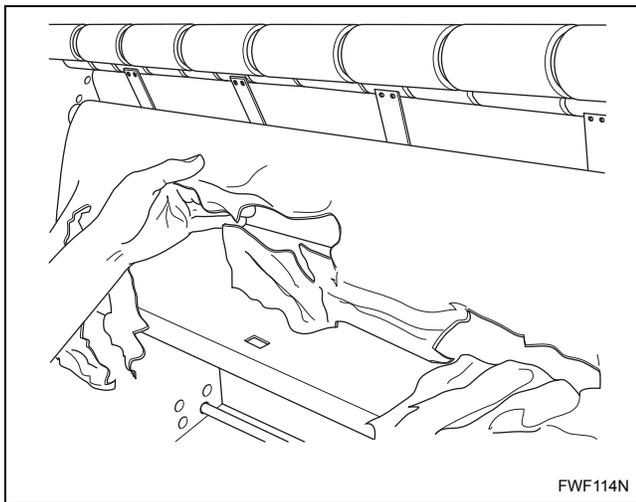

Figure 18
- d. Faire sortir le papier de protection de la machine. Se reporter à la *Figure 18*.